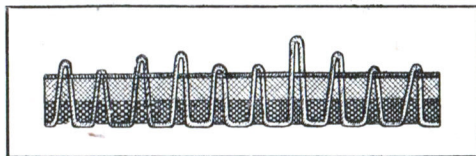

Abb. 8
- c) Bauscht die Arbeit oder liegt der Oberfaden glatt auf der Oberseite des Stoffes, wie bei Abbildung 8, so ist die Fadenspannung zu straff und bedarf einer Verringerung durch Drehung der Spannungsschraube nach links.